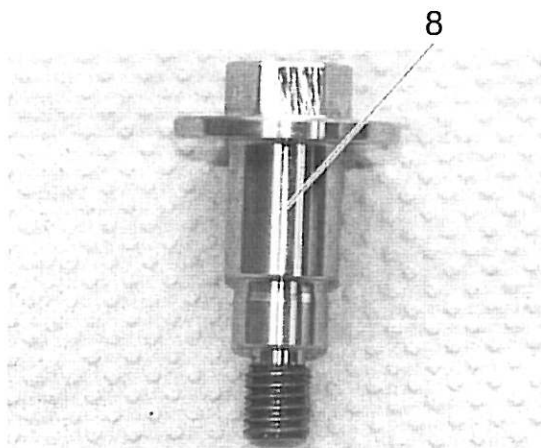

Bild 17
11. Die beiden Sicherungsschrauben (item 8) mit Loctite 243 versehen. Siehe Bild 17.